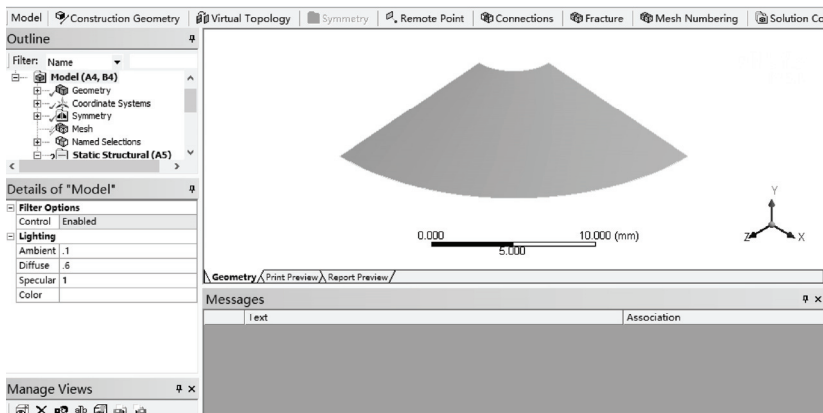

图 7-10 导入 Mechanical 界面的几何模型
1) 双击主界面项目管理区项目 A 中的 A3 栏 Model 项, 进入 Mechanical 界面, 如图 7-10 所示。在该界面下即可进行网格的划分、分析设置、结果查看等操作。